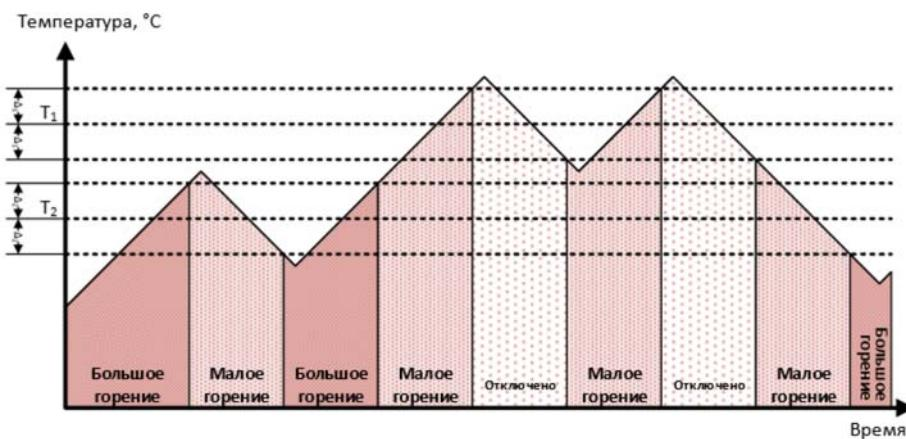

Рис. 6: Диаграмма работы регулятора температуры.
- Уставка малого горения — задание регулирование «Малое горение – Отключено» в °C. Порог T_1 из диаграммы регулятора (рисунок 6).